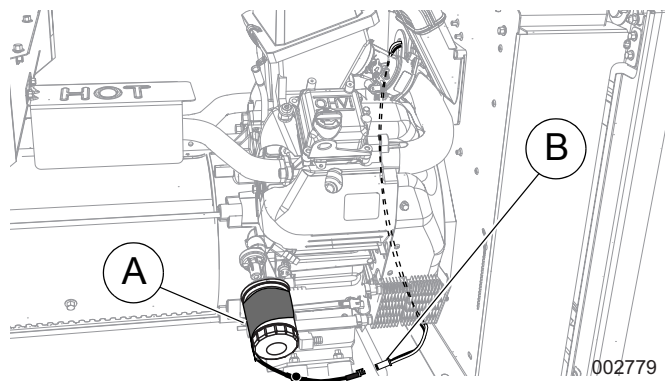

Figura 6. Instalación del calentador del filtro de aceite (11 a 22 kW)
2. Consulte la **Figura 6**. Instale un filtro de aceite nuevo y apriételo manualmente hasta que la junta entre en contacto con la superficie de sellado. A continuación, apriete manualmente el filtro del aceite una vuelta completa más. Deslice el calentador del filtro de aceite sobre el filtro de aceite tal y como se muestra, con el conector en la parte inferior.